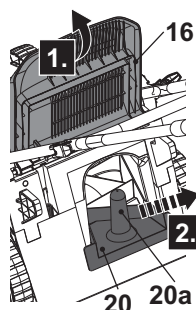

Fig. 15
2. Levantar a pega (20a) para retirar a cobertura vegetal (20) das ranhuras da calha de descarga traseira (19b), depois retirar a cobertura vegetal (20) (Fig. 15).